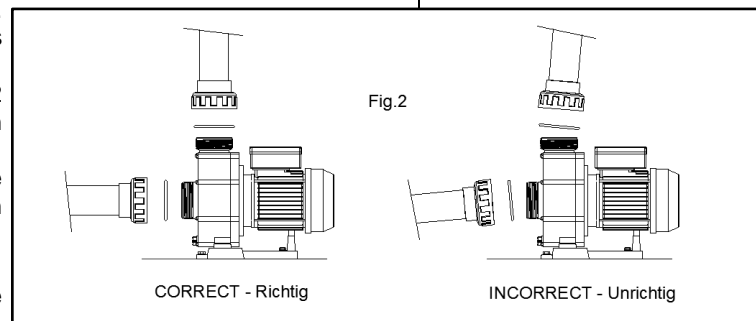

Fig.2
• The connection of the pipe must be threaded into the mouths of the pump using the right accessories (Fig. 2).
• Impulsion tube installation is done totally perpendicularly and is well centred with respect to the nozzle to be connected so as to avoid external pressure being exerted on the pump and the tube. Apart from making assembly more difficult, this pressure could even break them (Fig. 2).
• Suction tube installation is done at a slight angle of 2 % towards the pump, thus avoided siphon formation (Fig.2).
• Die Rohrleitung muss unter Verwendung der entsprechenden Zubehörteile (Abb. 2) an die Eingangsöffnungen der Pumpe angeschraubt werden.
• Installieren Sie die Druckanschlüsse genau senkrecht und in der Mitte der entsprechenden Öffnungen. Damit vermeiden Sie unnötige äussere Krafteinwirkungen auf Pumpe und Rohrleitung, die nicht nur die Montage erschweren würden, sondern auch zu einem Bruch der Teile führen könnten (Abb. 2).
• Installieren Sie die Saugleitung mit einer Neigung von 2% zur Pumpe. Damit wird die Entstehung von Lufttaschen verhindert (Abb. 2).